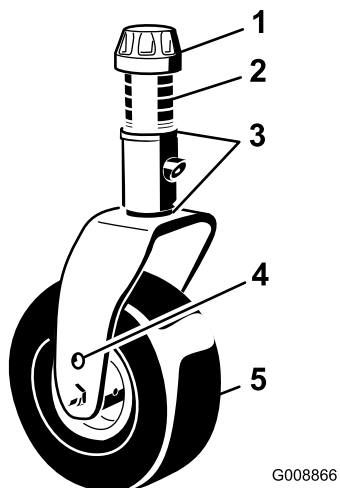
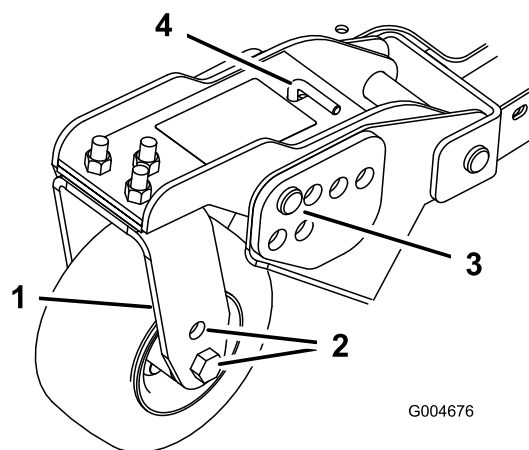
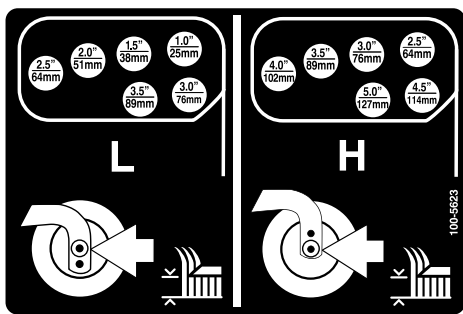

Figura 20
Figura 22
Figura 23
1. Posizionate gli assali delle ruote orientabili negli stessi fori di tutte le forcelle (Figura 20 e Figura 22).
2. Togliete il cappuccio di tensione dall'asse del perno ed estraete il perno dal braccio della ruota orientabile (Figura 20).
6. Togliete la coppiglia ed i perni con testa dai bracci di rotazione delle ruote orientabili (Figura 22).
7. Girate il tenditore per alzare o abbassare il braccio di rotazione finché i fori non sono allineati con i fori della staffa dell'altezza di taglio selezionati, nel telaio del piatto di taglio (Figura 22 e Figura 23).